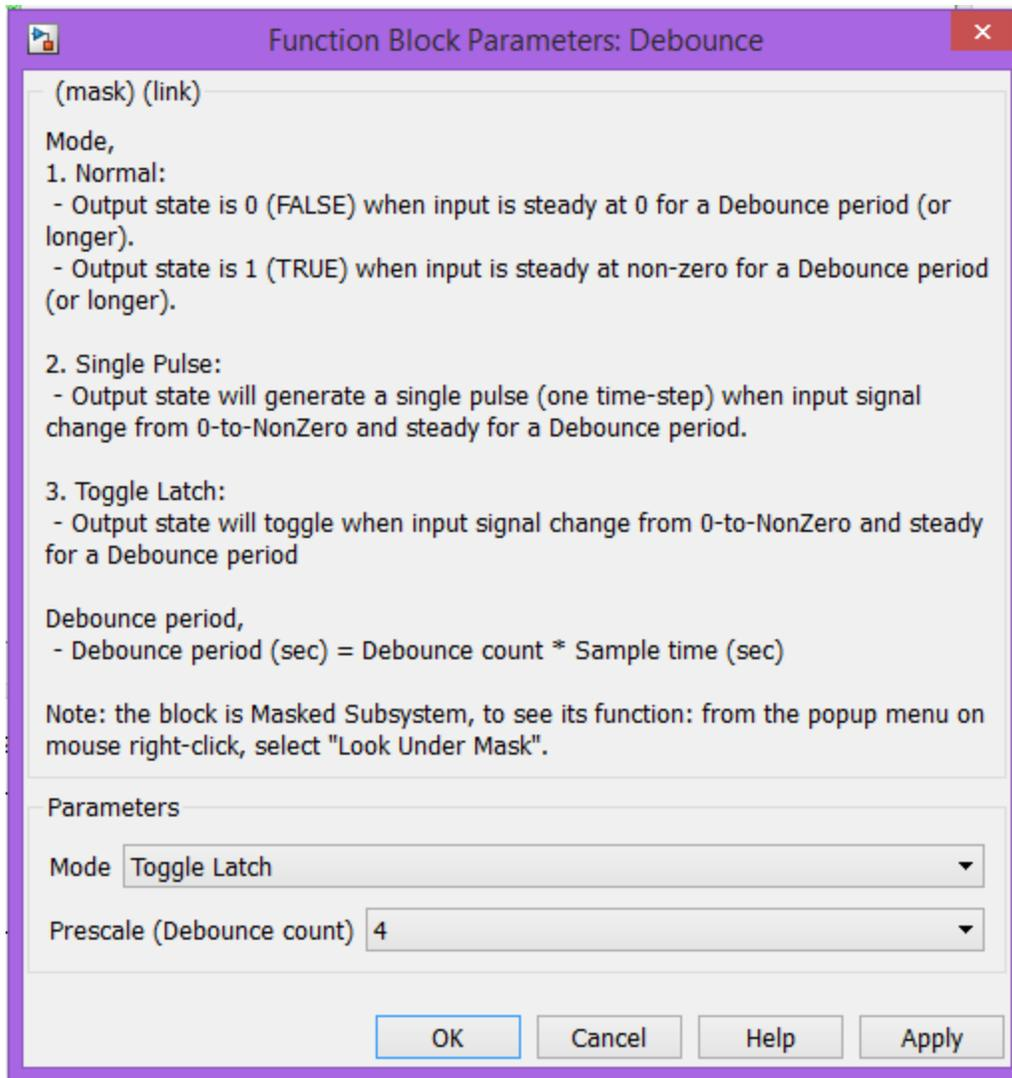

Figure 26 : Configuration du bloc Debounce
- Configurer le bloc Debounce en Toggle latch et le prescale à 4 (figure 26). Le Toggle latch permet à chaque appui du bouton poussoir de changer d'état 0 ou 1 et de maintenir l'état.